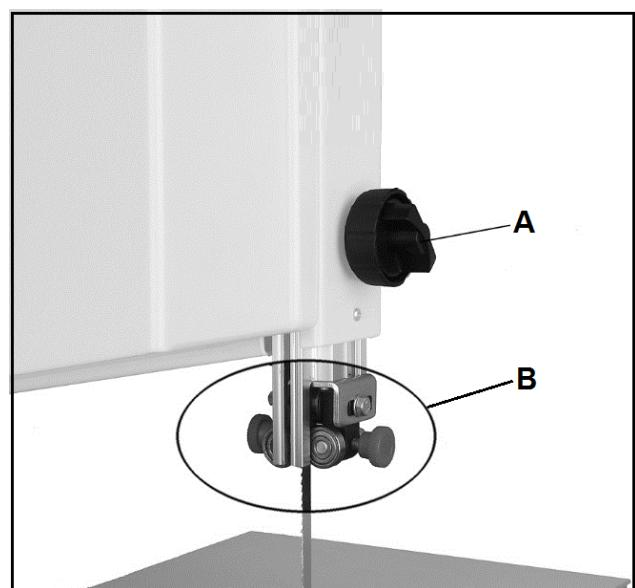

Рис. 18
Для регулировки высоты пиления ослабьте гайку-барашек (A, Рис. 18) и переместите верхнюю направляющую пильного полотна и направляющий узел (B).